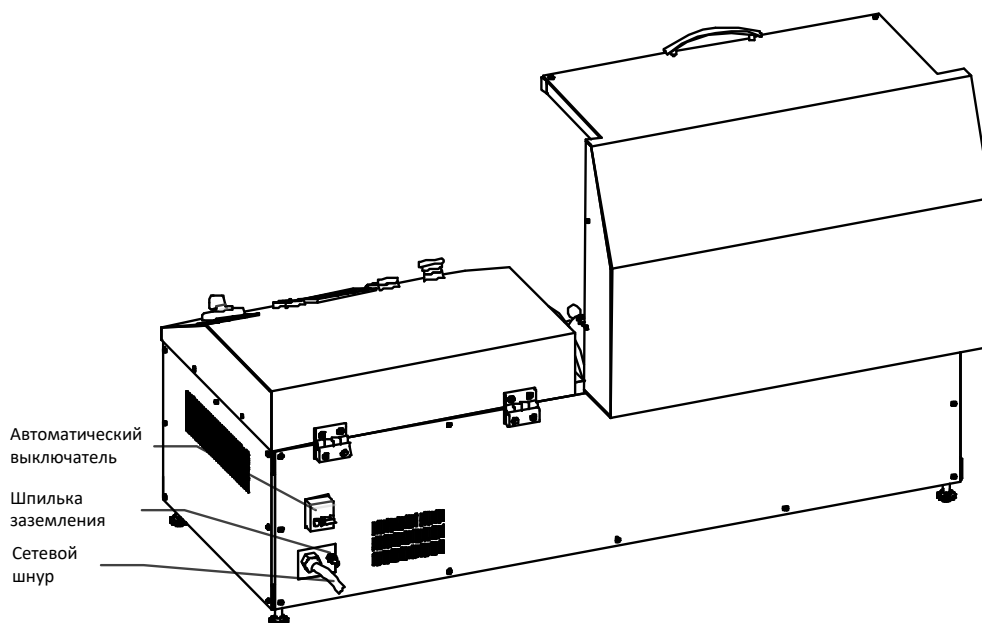

Рисунок 2 – Вид сзади
3.1.4 Заземлить установку подключением к клемме заземления (рисунок 2 на странице 3). В качестве шины заземления использовать контур заземления.
- 2) Проверить состояние автоматического выключателя (см. рис. 2). Он должен быть в верхнем положении.